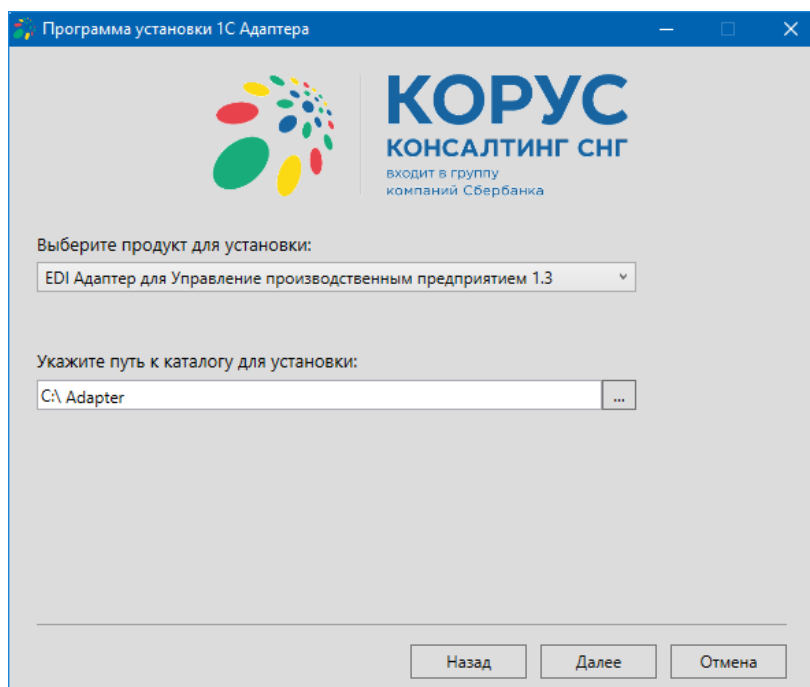

Рисунок 6 – Выбор конфигурации 1С и каталога установки
7. Необходимо выбрать продукт и указать путь к каталогу установки. По умолчанию будет предложено установить адаптер в папку «C:\Program Files\1C Adapter EDI\» (рис. 6). После указания параметров необходимо нажать кнопку «Далее».